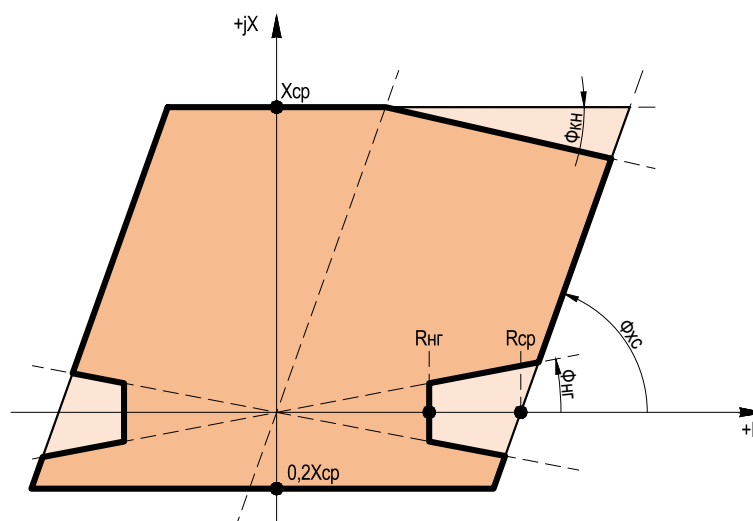

Рисунок 2.1 – Характеристика срабатывания реле сопротивления ненаправленных ступеней ДЗ
2.2.1.15 При выведенной направленности ступени ДЗ имеют многоугольную характеристику срабатывания с охватом нуля (рисунок 2.1). Принцип работы дистанционной защиты с данной многоугольной характеристикой основан на проверке попадания значений вычисленных сопротивлений в зону срабатывания, которая определяется значениями уставок по сопротивлению ( $R_{сп}$ ,  $X_{сп}$ ,  $\Phi_{хс}$ ,  $\Phi_{кн}$ ). Коэффициент возврата органа построения характеристики равен 1,05.